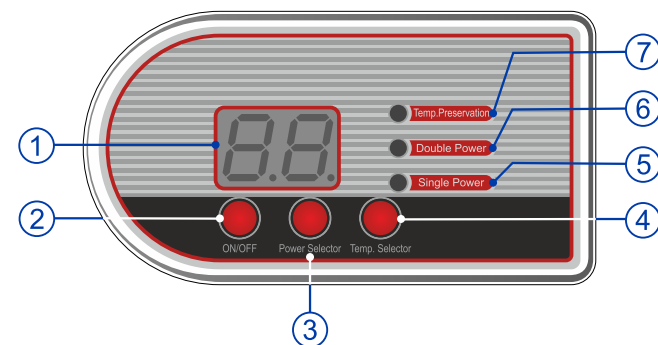

Рис. 2 Электронная панель управления “Вариант 1”
7.1. Модели с электронным управлением по “Варианту 1” (Рис. 2)
У моделей с механическим контролем на панели управления водонагревателя расположены клавиши (I и II) выбора мощности (Рисунок 2, п. 1, 2) со встроенными индикаторными лампами. Включенная клавиша I соответствует мощности 1,3 кВт, обе включенные клавиши соответствуют мощности 2 кВт. Вы можете выбрать ту или иную мощность нагрева, исходя из своих потребностей в количестве горячей воды или в зависимости от сезона.
Рисунок 2: 1 – LCD дисплей, 2 – кнопка “ON/OFF”/ Вкл./Выкл., 3 – кнопка Power Selector/выбор мощности, 4 – кнопка “Temp. Selector”/выбор температуры, 5 – индикация “Single Power”/Стандартная мощность, 6 – индикация “Double Power”/Удвоенная мощность, 7 – индикация “Temp. Preservation” / Поддержание температуры.
У моделей оборудованных электронной панелью по “Варианту 1” с цифровым дисплеем, включение/выключение ЭВН осуществляется левой кнопкой на панели управления “ON/OFF”(Рис. 2, п.2), при этом на дисплее показывается заданная температура нагрева. Через 2,5 секунды после этого на дисплее выводится текущая температура воды в ЭВН. Выбор мощности нагрева осуществляется средней кнопкой “Power selector” (Рис. 2, п.3), на панели управления. Режим 2 кВт сопровождается индикацией контрольной лампы “Double Power” (Рис. 2, п.6), а 1,3 кВт - индикацией контрольной лампы “Single Power” (Рис. 2, п.5).
В процессе эксплуатации ЭВН потребитель может регулировать температуру нагрева при помощи трех сенсорных клавиш, режимы контролируются по информации на дисплее и индикации трех контрольных ламп. Для выбора температуры нагрева необходимо несколько раз нажать правую кнопку “Temp. Selector” (Рис. 2, п.4), на панели управления. Дискретность изменения температуры - 5°C.